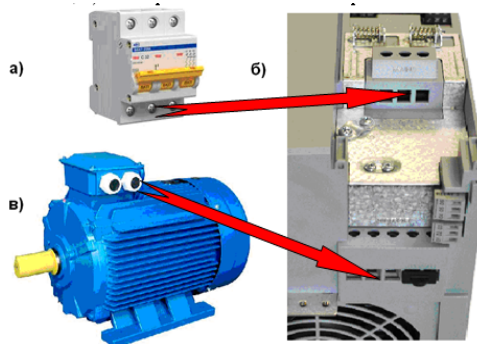

Рисунок 1 - Монтаж компонентов привода
**Подключите питание** к клеммам **Mains** ОВЕН ПЧВЗ (см. рисунок 1).
**Подключите двигатель** к клеммам **Motor** ОВЕН ПЧВЗ (см. рисунок 1).